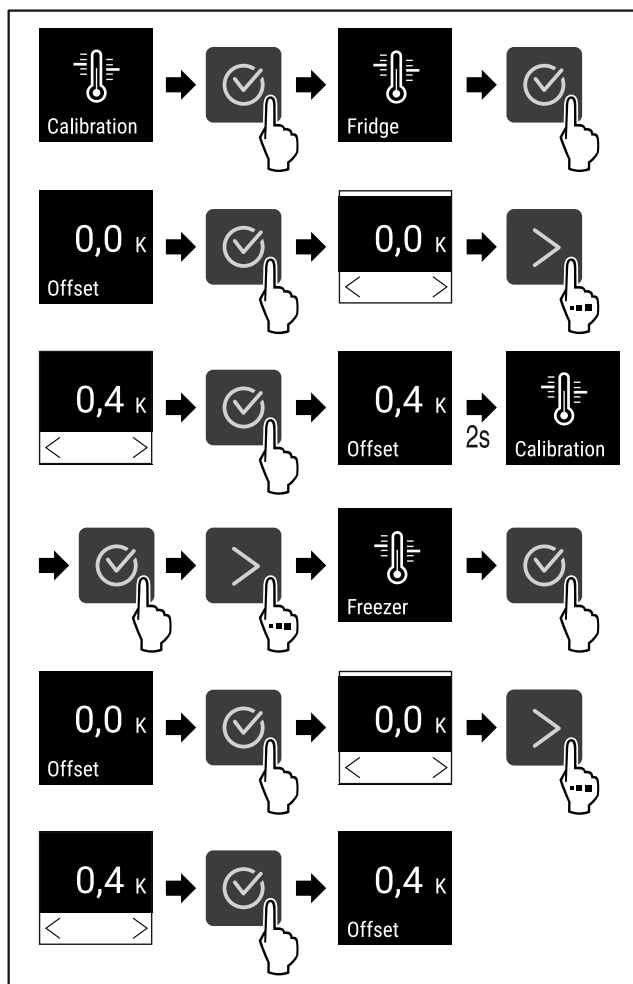

Fig. 124
- ▶ Suivre les étapes (voir Fig. 124) .